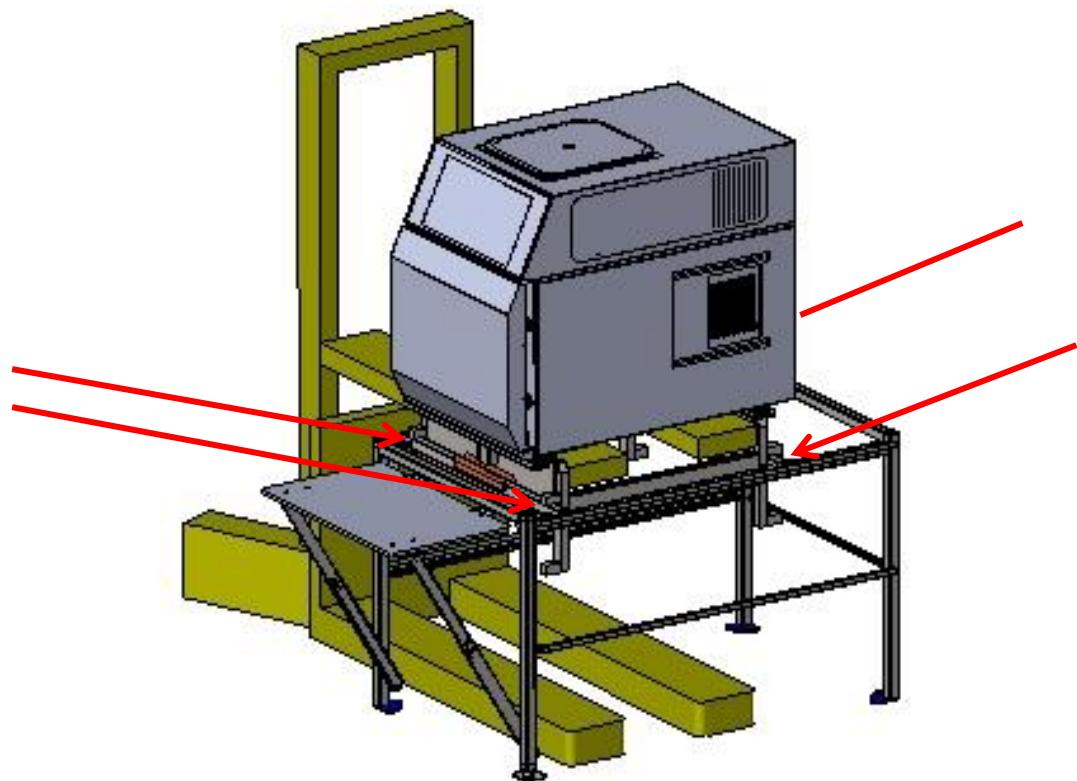

Abb. 4: Absetzen des Sterilisators auf der Multifunktionspalette
- ◆ Platzieren Sie die Multifunktionspalette auf dem Untergestell, so dass die Auflageklötze in Längsrichtung (siehe rote Pfeile in Abb. 4:) der Multifunktionspalette auf beiden Traversen aufliegen.
- ◆ Heben Sie den Sterilisator mit dem Hydraulikstapler hoch und setzen Sie ihn auf der Multifunktionspalette ab (siehe Abb. 4:).